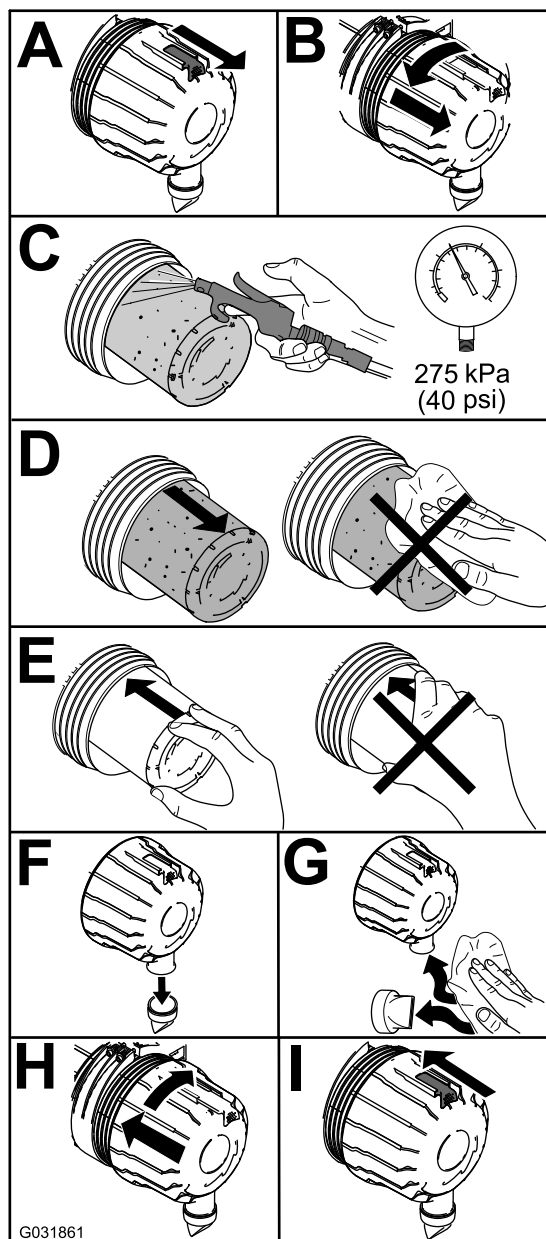

Figura 48
1. Cambie el elemento primario del limpiador de aire (Figura 48).